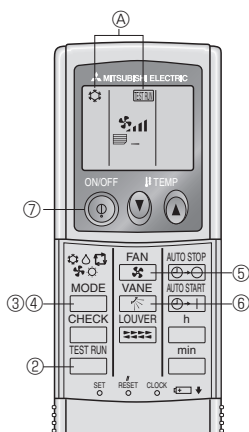

Fig. 7-2
7.2.2. Uso del comando a distanza senza filo (Fig. 7-2)
- ① Attivare l'alimentazione almeno 12 ore prima della prova di funzionamento.
- ② Premere due volte continuamente il pulsante (Avviare questa operazione con il display del comando a distanza spento.)
③ Vengono visualizzati l'indicatore ed il modo operativo in corso.
- ③ Premere il pulsante per attivare il modo e controllare poi se l'aria fredda viene soffiata dalla sezione interna.
- ④ Premere il pulsante per attivare il modo (riscaldamento) e controllare se l'aria riscaldata viene soffiata dall'unità.
- ⑤ Premere il pulsante e verificare se la velocità del ventilatore cambia.
- ⑥ Premere il tasto e controllare se le alette automatiche si muovono correttamente.
- ⑦ Premere il pulsante di accensione/spegnimento ON/OFF per arrestare la prova di funzionamento.